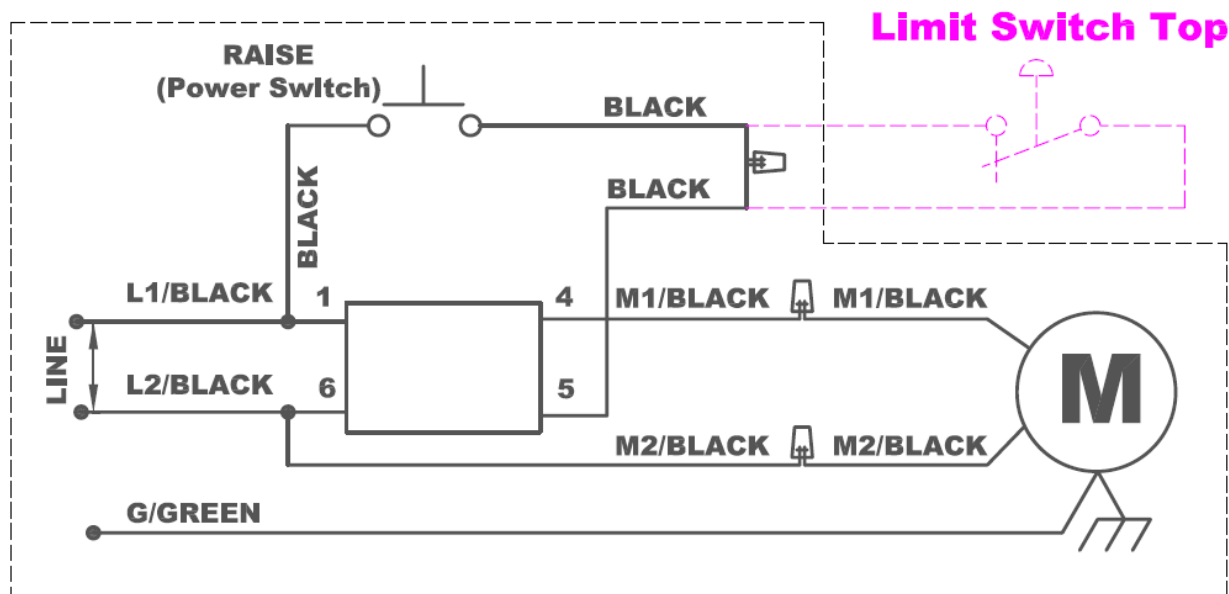

Fig. 15
- A. Demandez à un électricien certifié de faire la connexion électrique de l'alimentation à l'unité d'alimentation. Utilisez un circuit séparé pour chaque unité de puissance, comme indiqué ci-dessous dans (Fig. 15).
- B. Demandez à un électricien certifié de faire la connexion électrique du commutateur de limite aérienne au boîtier de commutation de l'unité d'alimentation, comme la montre (Fig. 15).